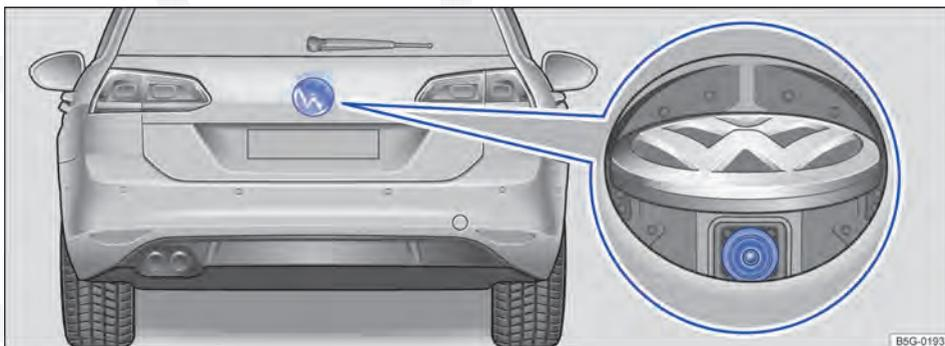

Fig. 141 Na traseira do veículo: local de instalação da câmera de marcha a ré.
- ✓ Uma imagem confiável e clara, por exemplo, condições de visibilidade boas e uma lente limpa ⇒ Fig. 141.
A câmera de marcha a ré ⇒ Fig. 141 (lupa) somente fornece imagens bidimensionais. As reentrâncias, bem como objetos salientes no solo ou peças salientes de outros veículos, são difíceis de serem reconhecidos ou não podem ser reconhecidos devido à ausência de profundidade no display.
Manter a lente da câmera ⇒ Fig. 141 (lupa) limpa, sem neve e sem gelo: